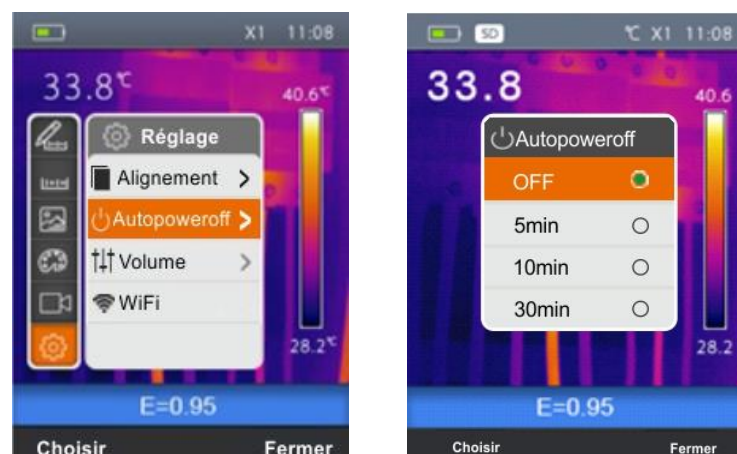

Fig. 14 : Réglage distance d'alignement
1. Sélectionner « Auto power off » à l'aide des touches \oplus ou \ominus et appuyer sur la touche . La page-écran de Fig. 14 – Partie droite est affichée.